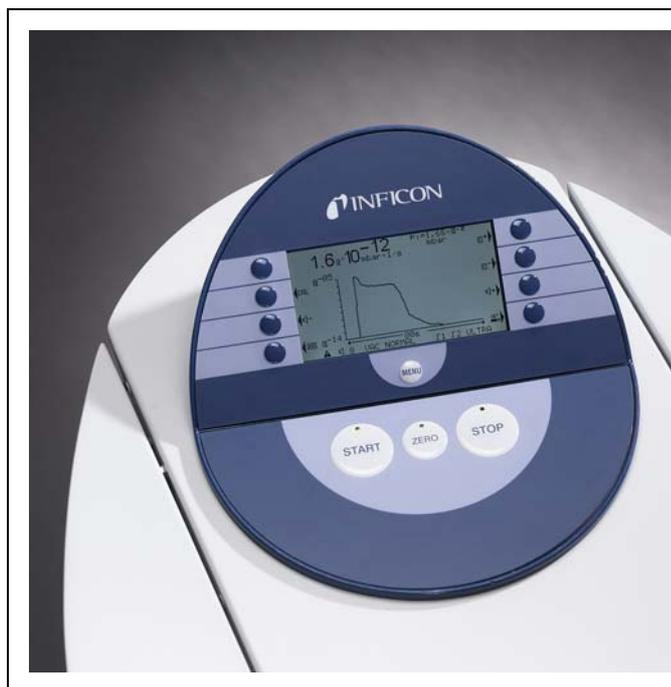

Fig. 5-2 : Écran, mode tendance
- sous forme de tendance (taux de fuites par rapport à la durée) Fig. 5-2
Le mode tendance permet d'afficher le taux de fuites mesuré par rapport à la durée Fig. 5-2. La pression d'admission est également affichée au format numérique, en plus du taux de fuites actuellement mesuré.